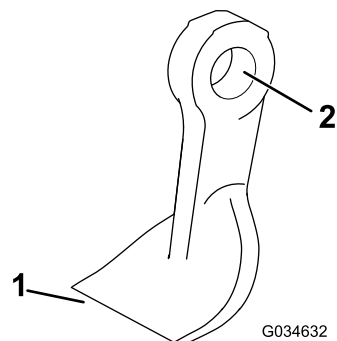

Figure 80
- Contrôlez l'état de chaque lame, en particulier les fixations, le tranchant et le trou de fixation (Figure 80). Remplacez toutes les lames et fixations endommagées